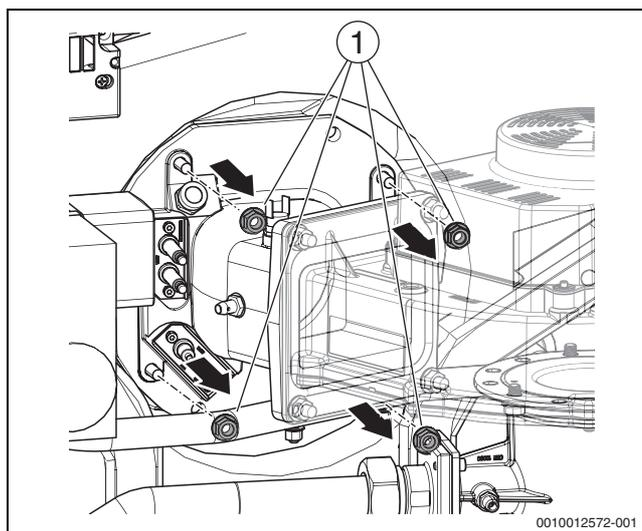
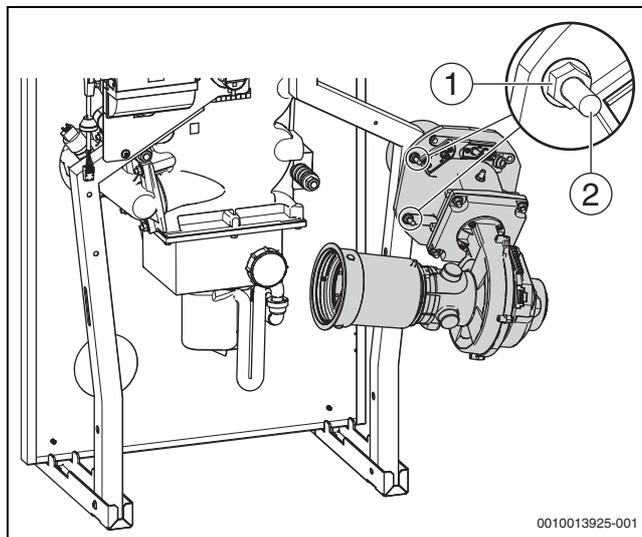

Fig. 46 Desserrage de l'érou du mélangeur coudé
Fig. 47 Brûleur en position d'entretien (montage droit)
- ▶ Insérer le brûleur avec la bride sur les vis montées en usine (→ Fig. 47, [2]) et le fixer avec les deux écrous de fixation auparavant (→ Fig. 46, [1]).